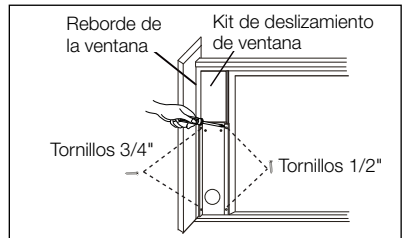

Fig. 20
- Cierre la ventana corredera firmemente contra el kit de deslizamiento. (Fig. 20)
- Pase dos tornillos de 1/2" para sujetar el kit de deslizamiento a la ventana de guillotina. (Fig. 20)
- Pase dos tornillos de 3/4" para sujetar el kit de deslizamiento al reborde de la ventana. (Fig. 20)